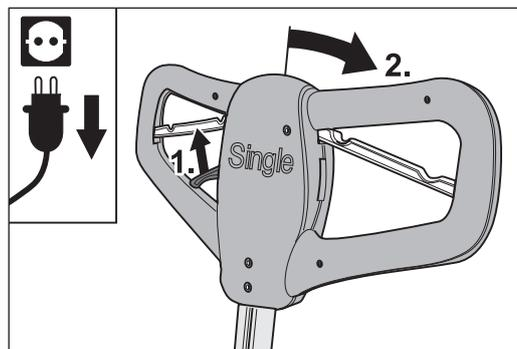

Abb. 29 Ziehen des Verstellhebels um die Verriegelung des Stieles zu lösen.
- 5 Ziehen Sie den Verstellhebel am Griff zu sich, um die Verriegelung des Stieles zu lösen (Abb. 29) und kippen Sie den Stiel nach hinten in die waagerechte Position.